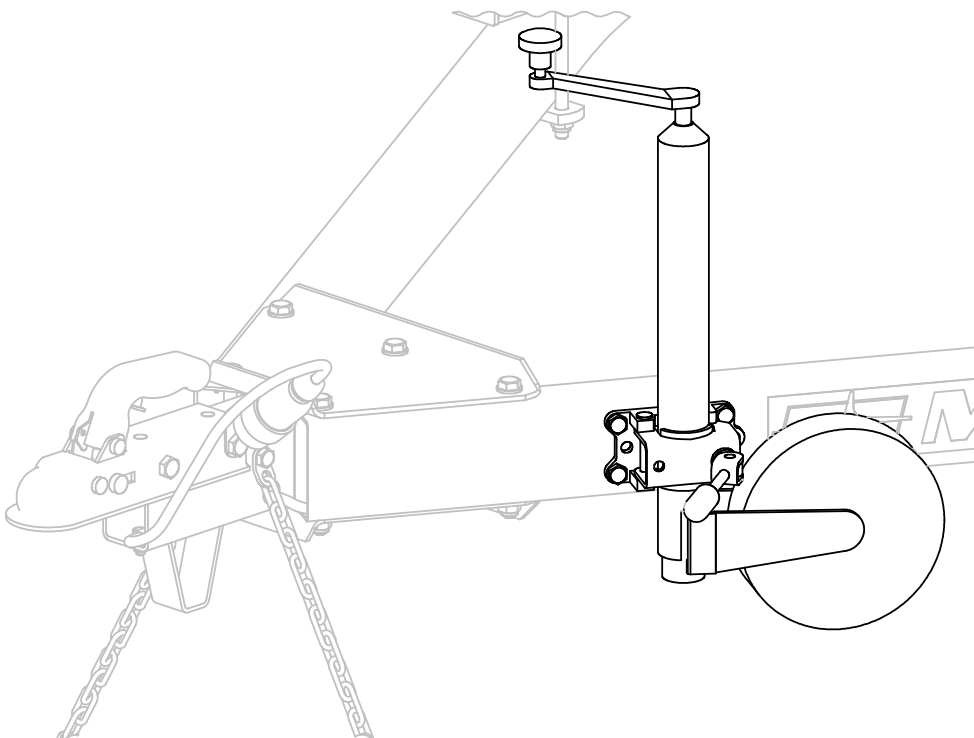

рис.3
б) **Транспортное положение (рис. 3)** – положение колеса во время движения автопоезда.
7.9 Для установки опорного колеса в транспортное положение (рис.3) необходимо: